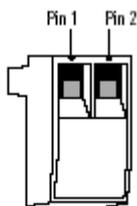

Figure 9. REPO Connector
3. Über Stift 1 und 2 des REPO-Anschlusses die REPO-Kontakte (isolierte Arbeitskontakte für Schwachstrom, ausgelegt für max. 60 VDC, 30 VAC Effektivwert und max. 20 mA) anschließen, siehe Abb. 9. Mehrdräftige Verkabelung ohne Abschirmung (Leiterquerschnitt  $0,93 \text{ mm}^2 - 0,38 \text{ mm}^2$ ) verwenden.